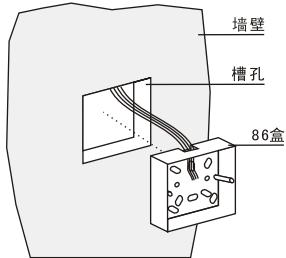

图 1
- 按86盒尺寸在86盒中心点距地面约145cm处的墙上开一槽孔，将连接分机线从86盒进线孔穿过，再将86盒装在槽孔内，并预埋水泥（见图1）。